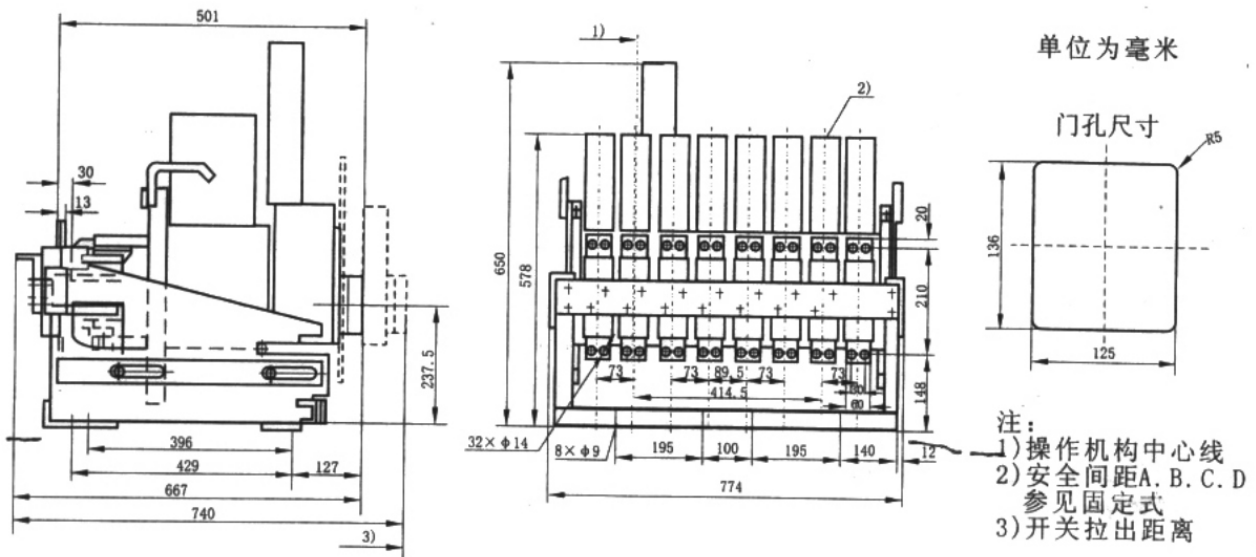

图33 RDW17-2900四极抽屉式外形及安装尺寸
8.7.15 RDW17-2900四极抽屉式断路器外形及安装尺寸见图33